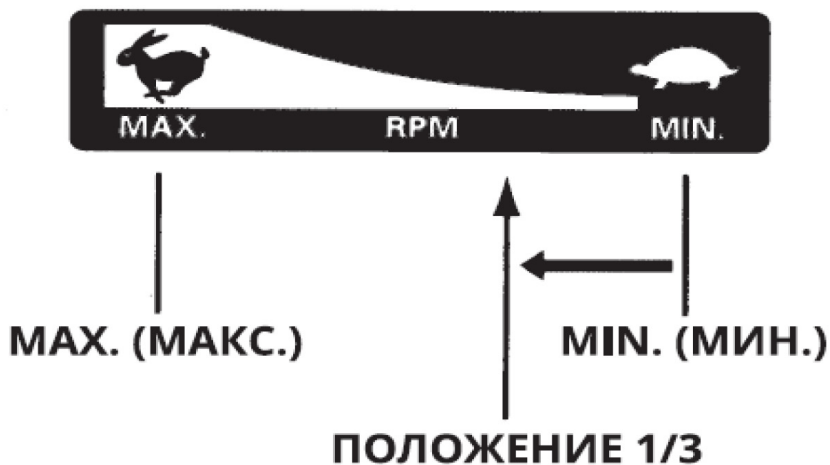

Рис. 10
•Переведите дроссельный рычаг на 1/3 хода в сторону положения максимальных оборотов двигателя (рис. 10).